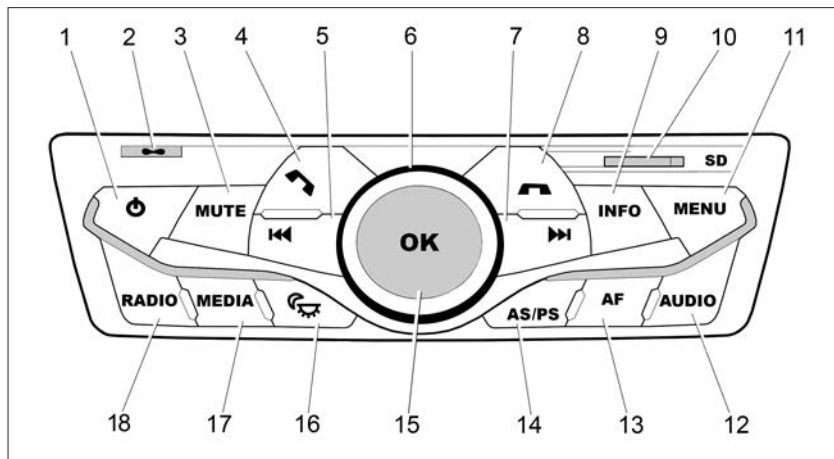
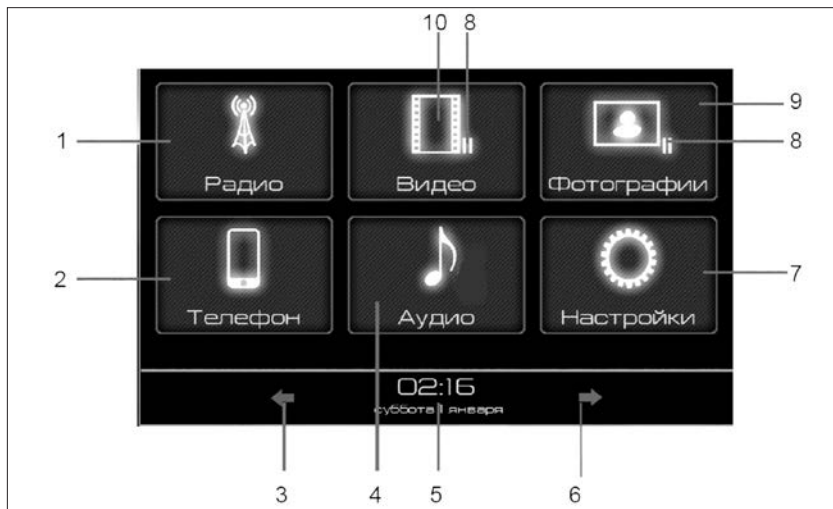

Рис. 52. Панель управления мультимедийной системой
Рис. 53. Окно главного меню
На панели управления мультимедийной системы размещены следующие функциональные кнопки (рис. 52):
1.1 Для включения MMC нажмите на **кнопку 1** (рис. 52). Для выключения нажмите кнопку 1 и удерживайте ее в нажатом положении более 2-х секунд. Для перезагрузки удерживайте нажатой **кнопку 1** (рис. 52) до появления логотипа ЛАДА на дисплее.
Управление мультимедийной системой (MMC) можно осуществлять при помощи кнопок и на панели управления (рис. 52), и при помощи сенсорных кнопок, находящихся на дисплее (рис. 53, 54).
1.2.1 Регулировка громкости осуществляется вращением **ручки 6 (энкодера)** вправо или влево (рис. 52).
1.3.1 После первого включения системы или перезагрузки на дисплее отображается окно **«Главное меню»** (рис. 53).
- кнопкой «**Радио**» (18) (рис. 52) на панели управления;
- кнопкой «**Радио**» в главном меню (рис. 53) на дисплее;
На панели управления при нажатии на кнопку **AS/PS (14)** (рис. 52) можно осуществить поиск радиостанций в диапазоне и запоминание всех найденных радиостанций, включение и выключение режима **RDS**.
- нажатием кнопки «Аудио» (4) на дисплее (рис. 53);